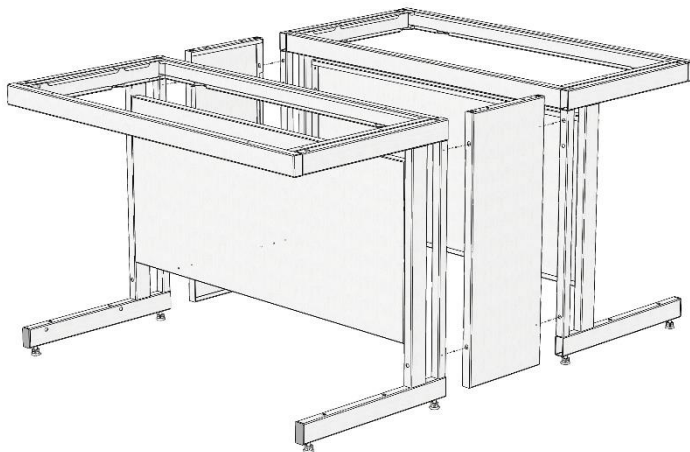

Рис. 2. Сборка каркасного основания
- 6.3. Собрать каркасное основание, соединив каркасы столов с боковинами тех. приставки, используя болты М8x16 и шайбы 8 (Рис. 2).